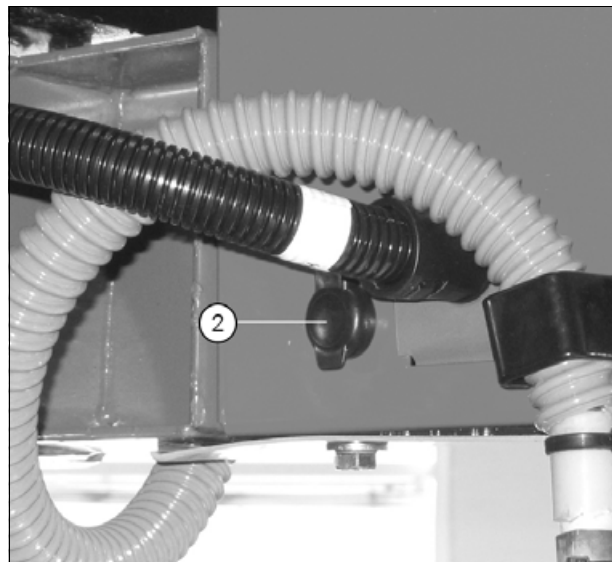

Рис. 4.
- В корпусе правой лампы (2) рис. 4.